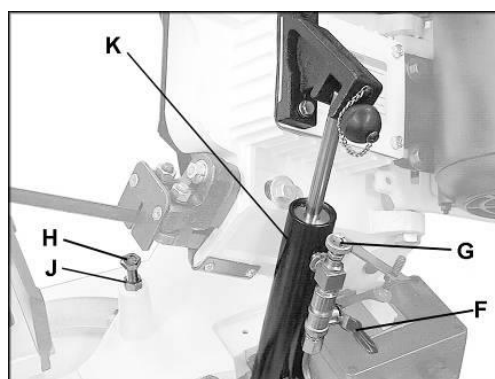

Fig 13
Die Absenkgeschwindigkeit des Sägearms kann an der Drossel-Schraube (G, Fig 13) eingestellt und mit dem EIN/AUS Ventil (F) gestoppt werden.